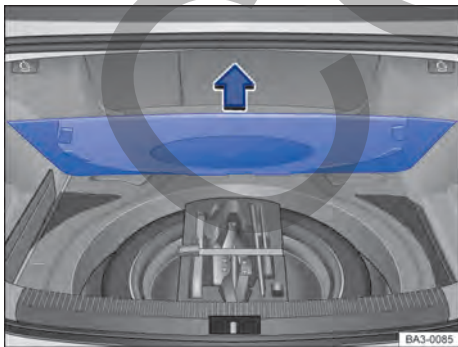

Fig. 150 En el maletero, debajo del piso: herramientas de a bordo.
- Levante el recubrimiento del piso en el sentido de la flecha → fig. 150 y extráigalo si fuera necesario.